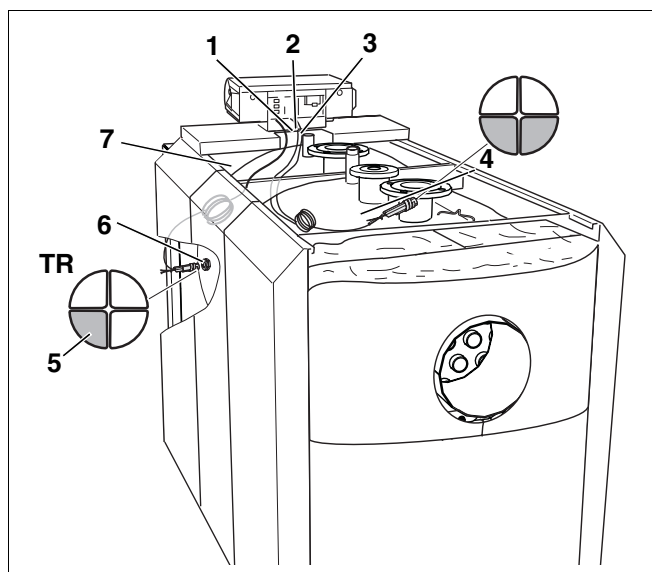

Fig. 37 Montage du kit de sonde de température sur la SE735
- Glisser la sonde de l'appareil de régulation Logamatic et la sonde du tube capillaire du limiteur de température de sécurité (fig. 37, **pos. 3**) avec deux pièces borgnes en quart de cercle sous la traverse centrale et l'insérer dans le point de mesure du départ chaudière (fig. 37, **pos. 4**).
- Poser la sonde du thermostat (fig. 37, **pos. 5**) sur le côté le long de la chambre d'eau en direction du point de mesure (fig. 37, **pos. 6**) en utilisant 3 pièces borgnes en quart de cercle. Le thermostat est caractérisé par les lettres "TR".
**Pos. 5:** Sonde thermostat (TR)
- Enrouler les surlongueurs des câbles, tubes capillaires et câbles de sonde et les poser sur l'isolation thermique du corps de chaudière (fig. 37, **pos. 2**).
- Faire passer le câble du brûleur par le passage de câble du capot avant de la chaudière (fig. 37, **pos. 2**).
- Insérer la sonde des tubes capillaires du limiteur de température de sécurité (fig. 37, **pos. 1**), la sonde de température de l'appareil de régulation et le complément de sonde du module ZM 427 avec une pièce borgne en quart de cercle dans le point de mesure sur le départ chaudière (fig. 37, **pos. 4**).
- Insérer la sonde du thermostat (fig. 37, **pos. 5**) dans le point de mesure de la chambre d'eau (fig. 37, **pos. 6**).